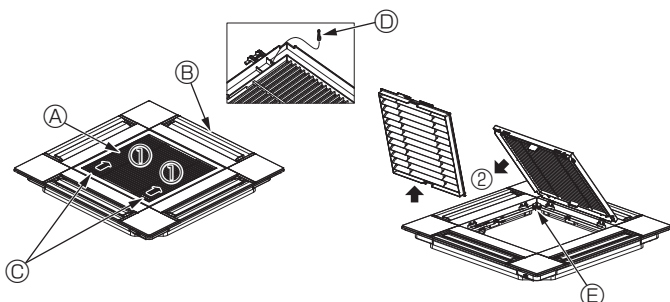

Fig. 5-3
5.2.1. Dépose de la grille d'admission (Fig. 5-3)
- Pour ouvrir la grille d'admission, faites glisser les leviers dans le sens indiqué par la flèche ①.
- Lorsque la grille se trouve en position "ouverte", retirez la charnière de la grille d'admission dans le sens indiqué par la flèche ②.